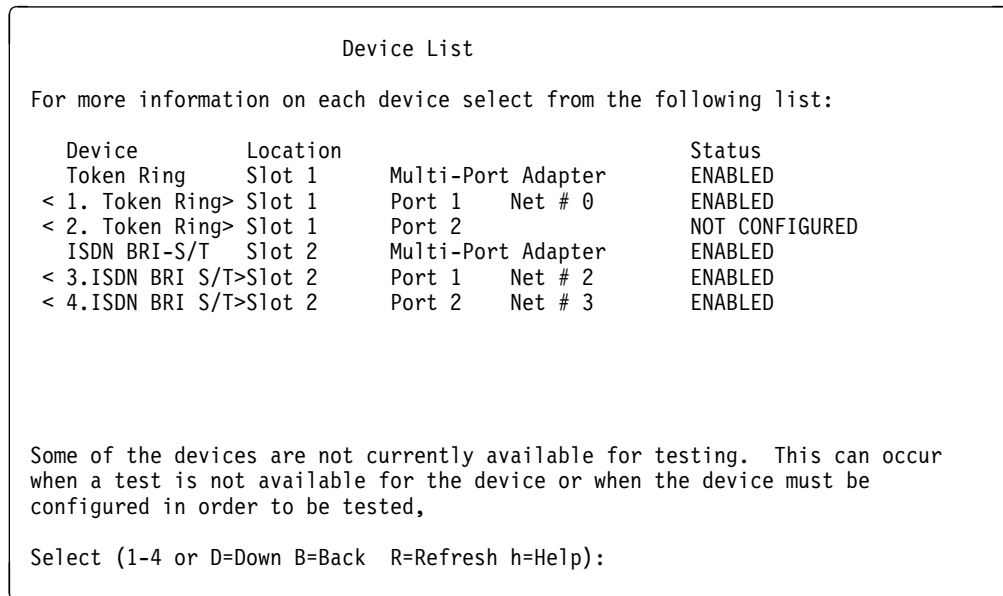

Figura 6-2. Ejemplo de un panel Device List con las interfaces visualizadas
3. Seleccione **<1. The Device List >** para ver una lista de los dispositivos instalados. Aparecerá el panel Device List (similar al de la Figura 6-2 en la página 6-3).